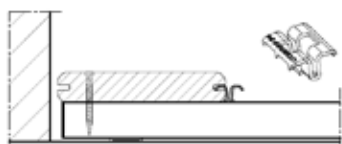

Figure 1
1. Dévisser les clips COBRA® qui fixaient la lame à retourner/remplacer (y compris les clips de jonction avec les lame A et B) et les coulisser dans les rainures des lames A et B (**Figure 1'**)
Figure 1 bis